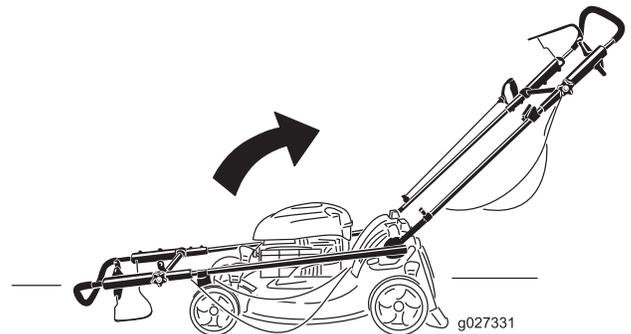

Figure 4
2. Dépliez le guidon comme illustré à la Figure 4.